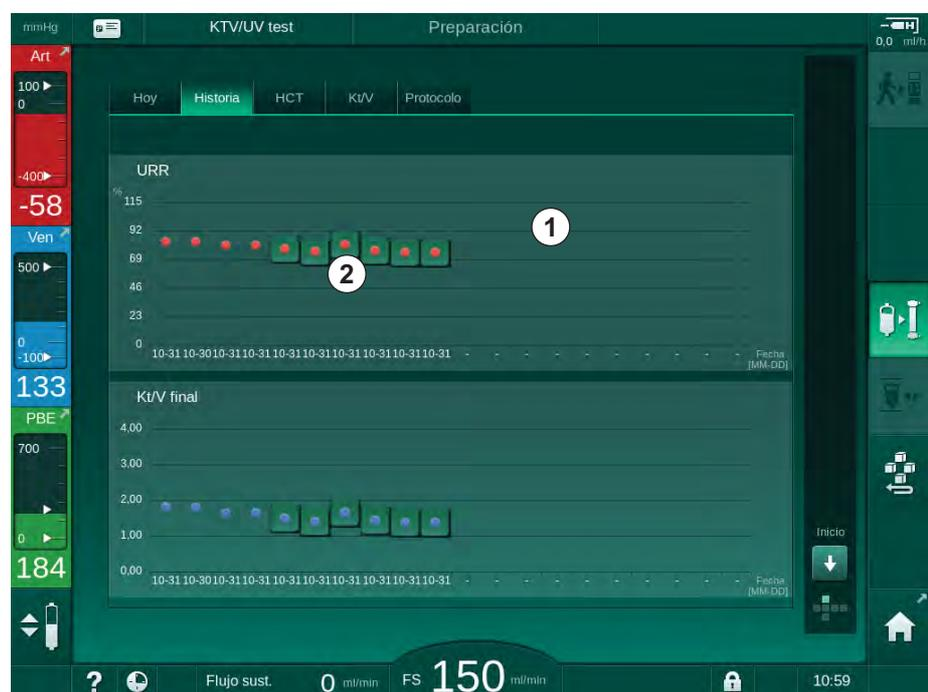

Fig. 11-12 Historial de parámetros en la pantalla *Información*
Para las 6 última terapias finalizadas existe información más detallada. Después de pulsar el parámetro correspondiente (Fig. 11-12, ②) para una fecha determinada, se muestra la evolución gráfica de este parámetro para el tratamiento en particular (Fig. 11-13). La resolución es 5 minutos. La visualización gráfica se cierra pulsando *Atrás* ① .